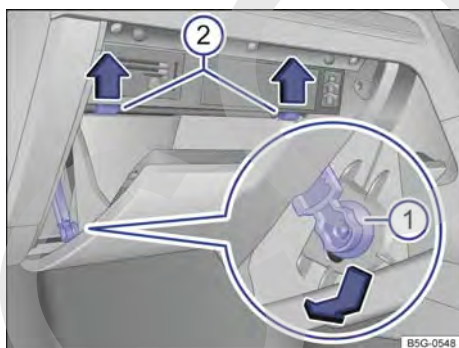

Fig. 218 Tapa de la caja de fusibles del tablero de instrumentos: vehículos con el volante a la derecha, en el lado del acompañante.
- Abra la guantera y, dado el caso, vacíela → fig. 218.
- Desplace el elemento de frenado → fig. 218 ① en el orificio del soporte hacia abajo y extráigalo hacia un lado.
- Presione los pivotes tope → fig. 218 ② hacia arriba, en el sentido de las flechas, y al mismo tiempo abra aún más la guantera.
- Para montar la guantera, sitúela en la posición adecuada. Introduzca el elemento de frenado en el orificio del soporte y desplácelo hacia arriba hasta que oiga que ha encastrado. Presione la guantera con cuidado hacia delante, superando la resistencia que oponen los pivotes tope → fig. 218 ②.